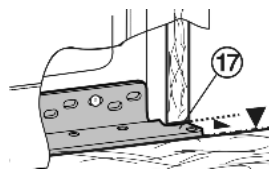

Fig. 27
- ▶ Glisser l'appareil dans la niche jusqu'à ce que le support d'appui Fig. 27 (17) inférieur touche la paroi frontale de la paroi du placard.
- ▷ Le support d'appui Fig. 27 (17) est en contact avec le fond de la niche.